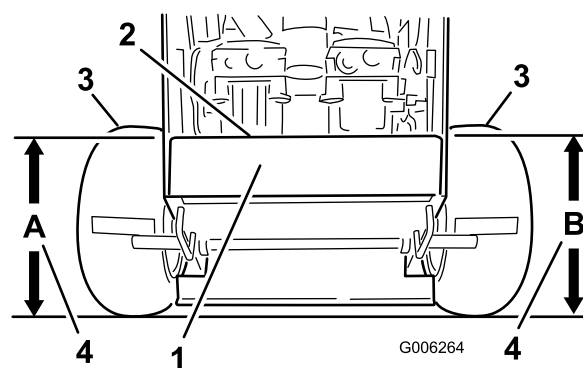

Figura 67
- Mida la altura de la plataforma del motor en la posición **A** (Figura 67).
- Mida la altura de la plataforma del motor en la posición **B** (Figura 67).